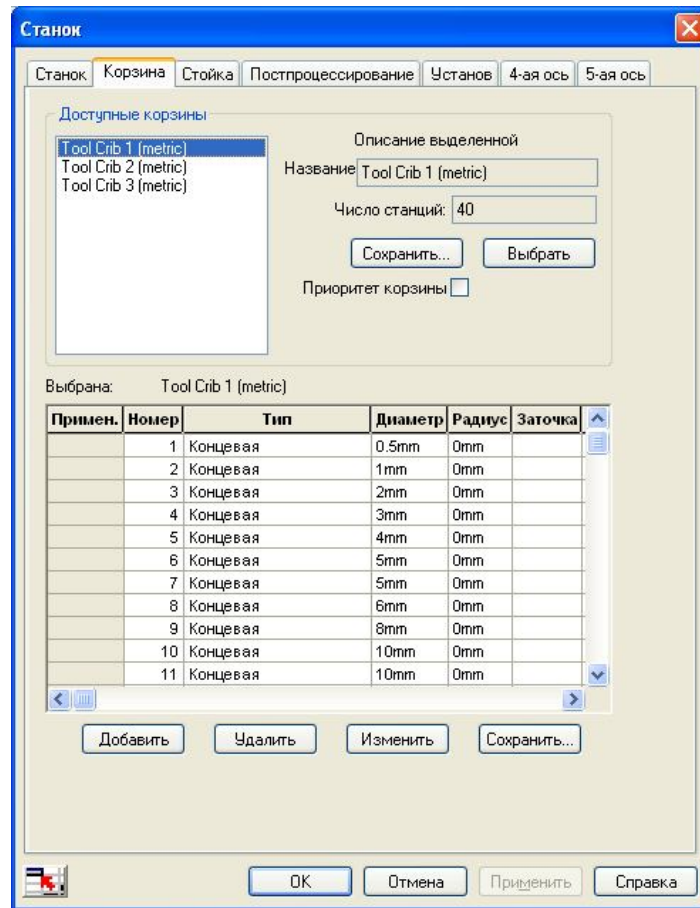

Рисунок 5.4 - Вибір кошику інструментів
4. Перейдіть на вкладку <Корзина> і виберіть перший доступний кошик і підтвердіть вибір натисканням на кнопку <Выбрать>(рис. 5.4).